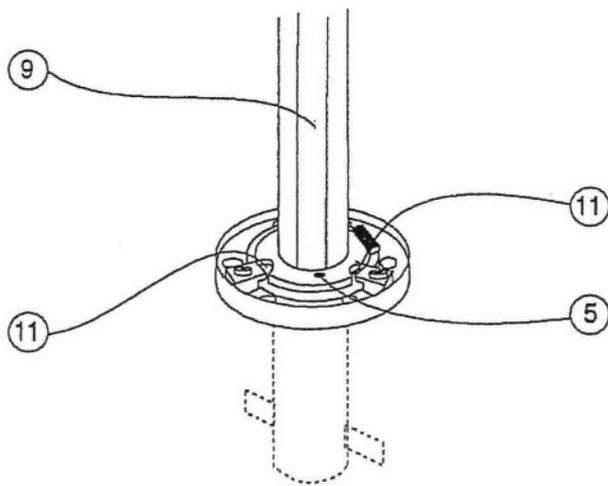

Fig. 4
- Mast (9) sorgfältig senkrecht aufrichten und noch festhalten (Fig. 4).
- Sicherungsschraube (5) einsetzen.
- Mit Nivellierschrauben (11) allenfalls Senkrechtstellung justieren.